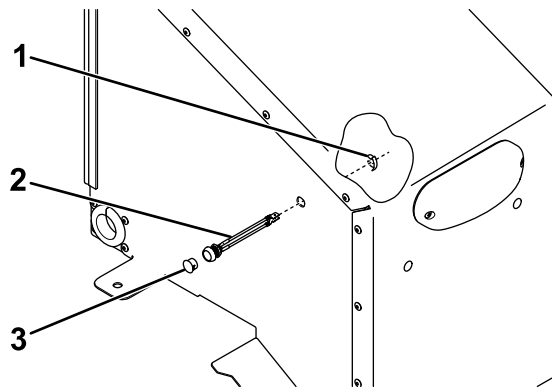

Figura 5
11. Introduzca el botón de las luces en el orificio y sujételo con un clip de retención (Figura 5).